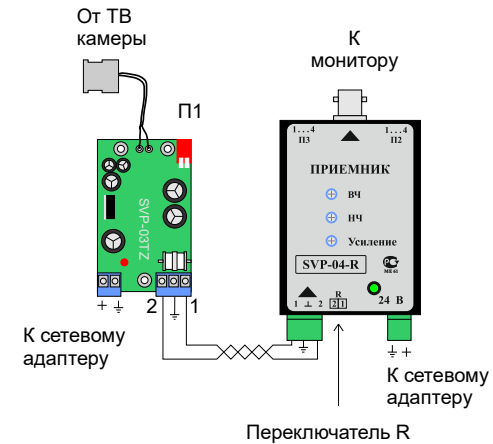

Рис. 1. Схема подключения и расположения органов регулировки SVP-03TC, SVP-04R
3.1.2. Установить устройства на вертикальных поверхностях по месту (а устройства SVP-04-2Rack установить в модульный блок SVP-RM-BP-30) и подключить линию связи через соответствующие разъемы с соблюдением полярности витых пар на передатчике и приемнике. Для заземления устройств использовать контакт разъема для подключения к общей шине заземления (см. рис.1).